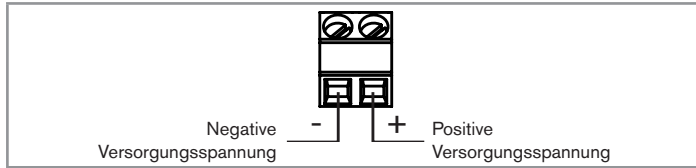

Fig. 6 : Anschlussbelegung der Sensoren mit PG7-Anschluss
4. Den Sensor gemäß Fig. 6 und der Anleitung des Transmitters/Controllers Typ 8619s anschliessen. Siehe die entsprechende Bedienungsanleitung.